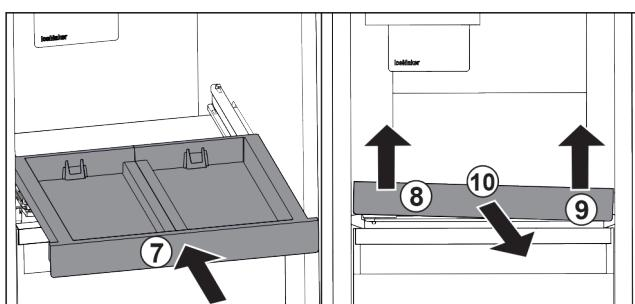

Fig. 82
- Zasuňte vysouvací přihrádku. Fig. 82 (7)
- Vysouvací přihrádku vpředu vlevo nadzvedněte. Fig. 82 (8)
- Vysouvací přihrádku vpředu vpravo nadzvedněte. Fig. 82 (9)
- Odeberte vysouvací přihrádku směrem dopředu. Fig. 82 (10)